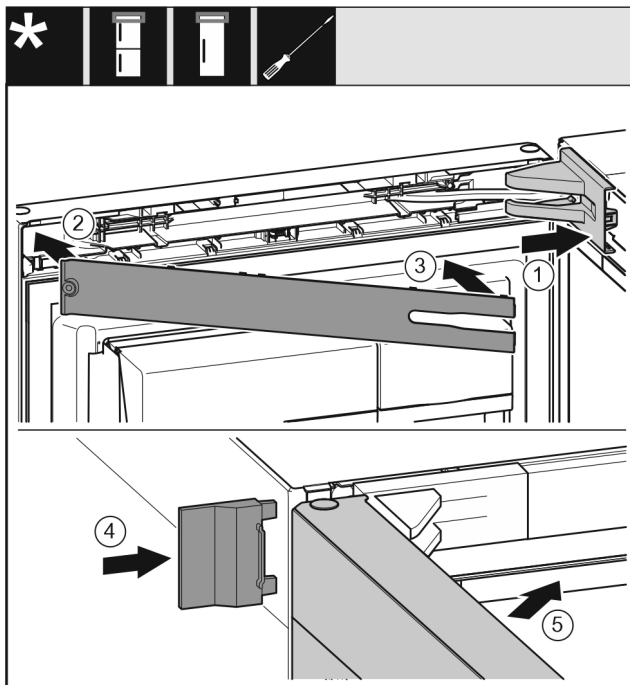

Fig. 25
- ▶ Встановіть та зафіксуйте кришку опорного кронштейна, у разі необхідності – обережно розтисніть. Fig. 25 (1)
- ▶ Встановіть панель. Fig. 25 (2)
- ▶ Поверніть і зафіксуйте панель. Fig. 25 (3)
- ▶ Насуньте зовнішню кришку. Fig. 25 (4)
- ▶ Закрийте верхні дверцята. Fig. 25 (5)